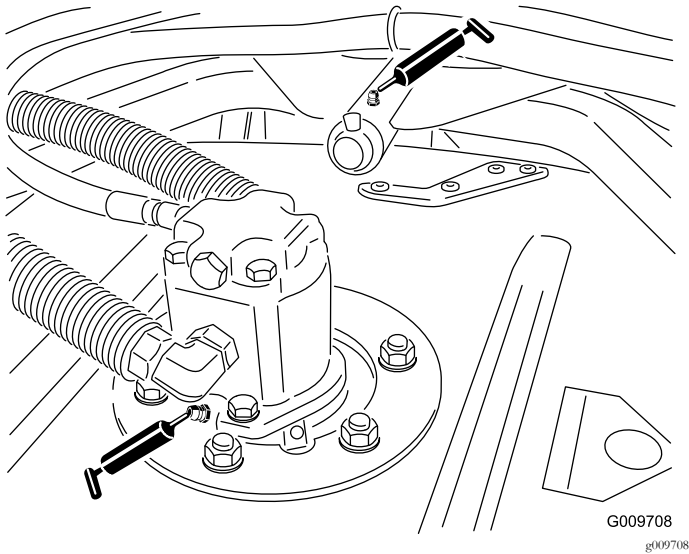

图37
- 滚刀组锭轴轴承每个剪草机刀盘 2 个如 图37 所示
- 滚刀组承载臂轴套每个剪草机刀盘 1 个如 图37 所示